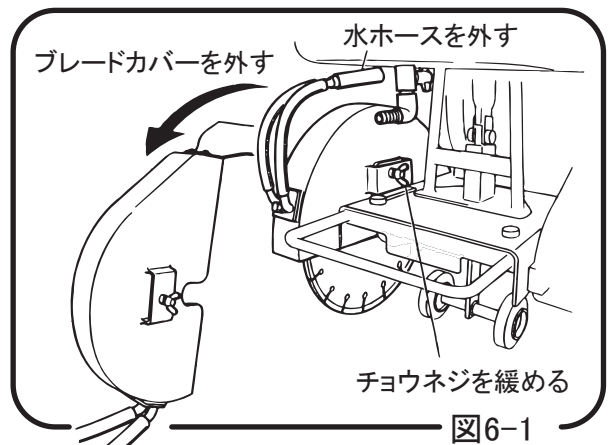

図6-1
a. 水タンク下のニップルから水ホースを外し、ブレードカバー裏側のチョウネジを緩めてブレードカバーを上方向に持ち上げながら前方へ回転させてブレードカバーを外します。(図 6-1)